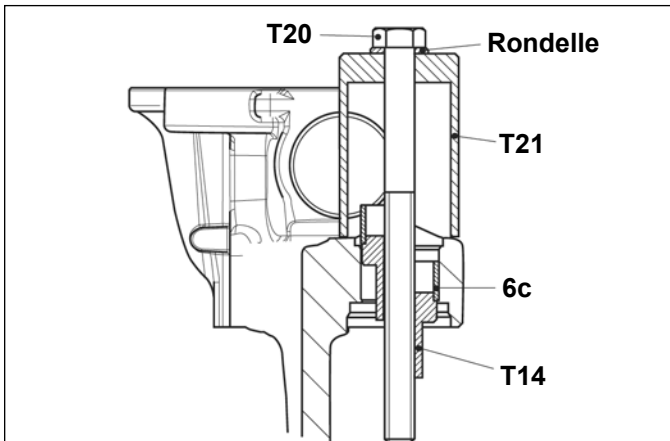

FIGURE 75 - VUE EN SECTION : DÉPOSE DE LA DOUILLE DE LA COURTE TIGE DE GUIDAGE
5.6.15 Utiliser la combinaison d'outils illustrée à la Figure 75 (comprenant T14, T20, T21 et une rondelle) pour déposer la douille (1). Visser l'écrou (T14) à la main sur l'ensemble et serrer ensuite le boulon (T20) à l'aide d'une clé polygonale pour expulser la douille. Jeter la douille enlevée et vérifier que l'alésage est propre en l'essuyant avec un chiffon d'atelier.